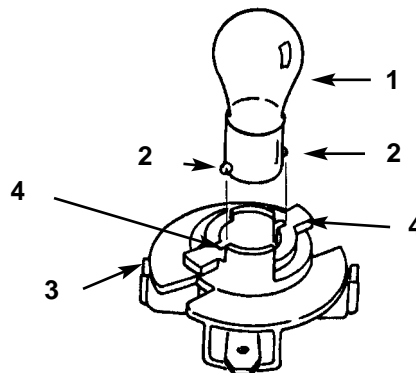

**Bild 34**
3. Die Birnenfassung um  $\frac{1}{4}$  Umdrehung im Gegenuhrzeigersinn drehen und aus dem Reflektor entfernen (Bild 34).
2. Die Birnenfassung hat zwei Nasen (Bild 34). Diese mit den Auskerbungen im Reflektor abstimmen, die Birnenfassung in den Reflektor einführen und  $\frac{1}{4}$  Umdrehung im Uhrzeigersinn bis zum Anschlag drehen.